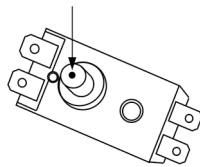

Рис. 15
- для вертикальных водонагревателей серии FSM5/FSM3: нажать до щелчка кнопку, расположенную по центру термовыключателя; рис.15;